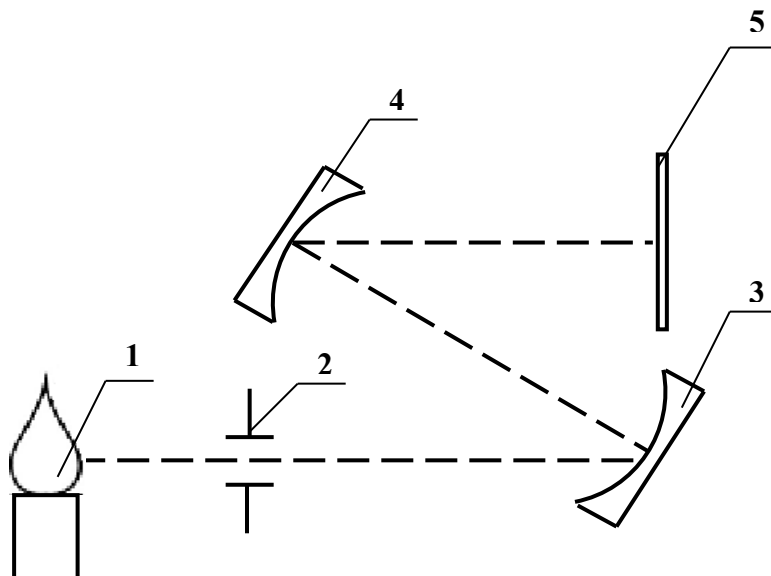

Рис. 2. Схема оптическая.
5.1 Схема оптическая показана на рис. 2. Эмиссионное излучение пламени газовой горелки 1 через оптическую щель 2 собирается вогнутой дифракционной решеткой 3. Радиус кривизны дифракционной решетки $R=250$ мм, число штрихов - $N=600$ 1/мм. Разложенное в спектр эмиссионное излучение проецируется вогнутым зеркалом 4 на фотодиодную линейку 5 с 512 элементами.